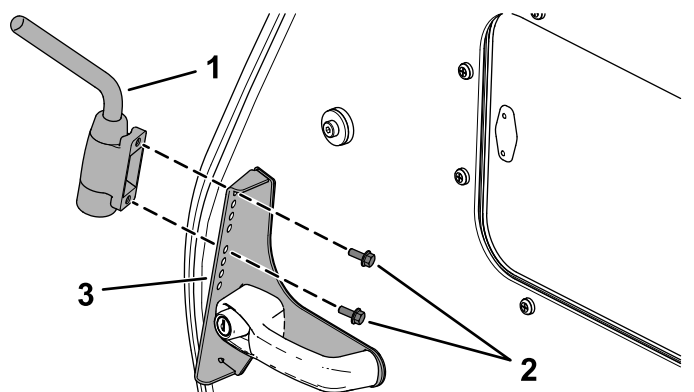

Рисунок 5
7. Установите рычаг зеркала на верхние отверстия крепления зеркала при помощи 2 винтов с фланцевыми головками (6 x 16 мм), как показано на Рисунок 5.